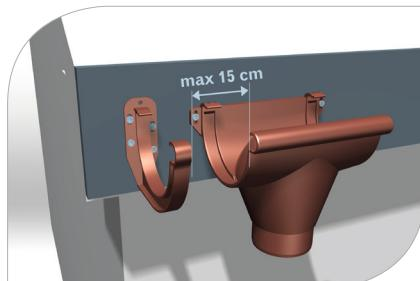

рис. 3
- 1.5 При воронке, соединителе и угле следует монтировать кронштейны максимум на расстоянии 15 см (**рис. 3**)